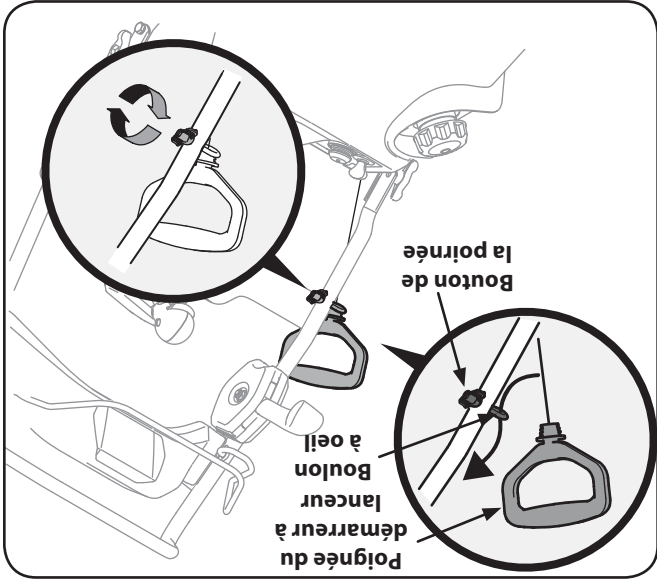

Figure 3-10
2. Placez le boulon à œil et le bouton de la poignée sur le guidon supérieur, comme à la Fig. 3-10. Ne serrez pas encore complètement la boulonnerie.
4. Faites passer la corde du démarreur à lanceur dans le boulon à œil en partant de l'arrière de la souffluse. Voir la Fig. 3-10.